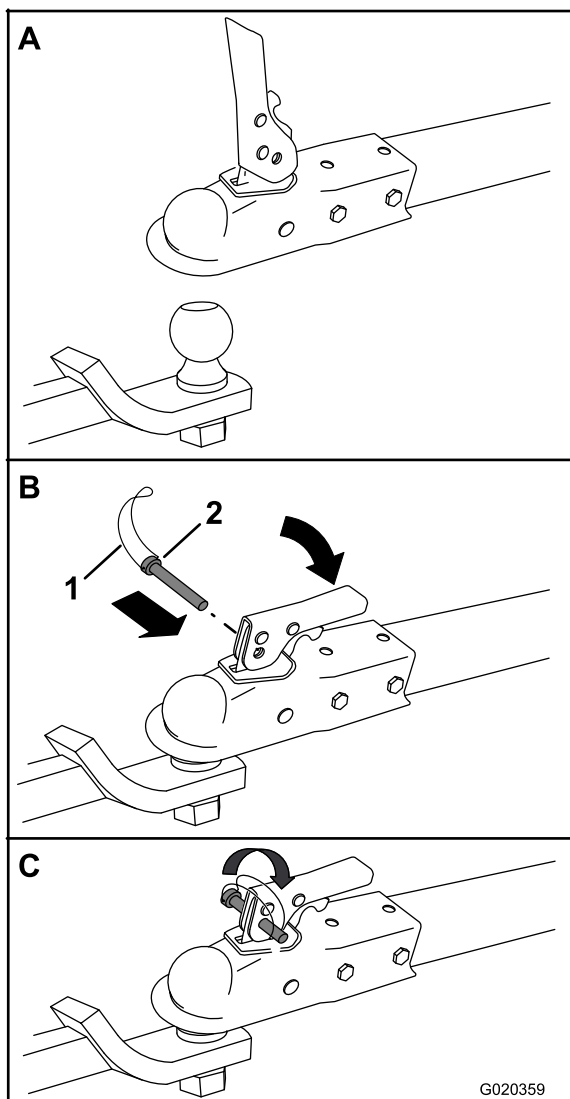

Figure 22
3. Ouvrez le verrou de la tête d'attelage (Figure 22).
4. Placez la tête d'attelage au sommet de la boule d'attelage (Figure 22).
5. Fermez le verrou de la tête d'attelage (Figure 22).
6. Ouvrez le bras de la goupille de sécurité et insérez la goupille dans le trou du verrou (Figure 22).
7. Rabattez l'extrémité libre du bras sur le côté de la goupille de sécurité qui dépasse du verrou (Figure 22).